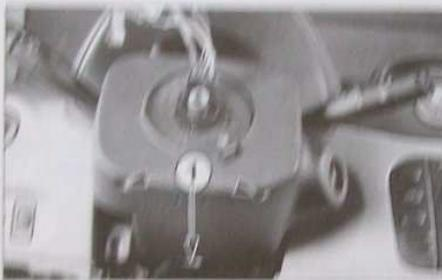

FIG. 3
- les vis de fixation (1) des coquilles de la colonne de direction (Torx T 20) (fig. 3).